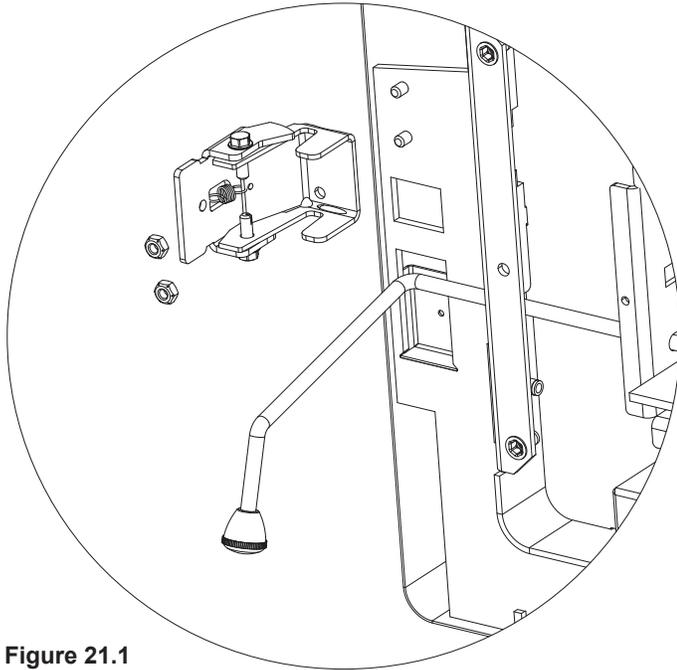

Figure 21.1
- Installez le verrou de l'ARS en glissant l'ensemble du verrou sur les 2 goujons sortant du fond gauche de l'appareil. Fixez en utilisant deux écrous à l'aide de la clé à douille 7/16 (**Figure 21.1 à la page 21**).